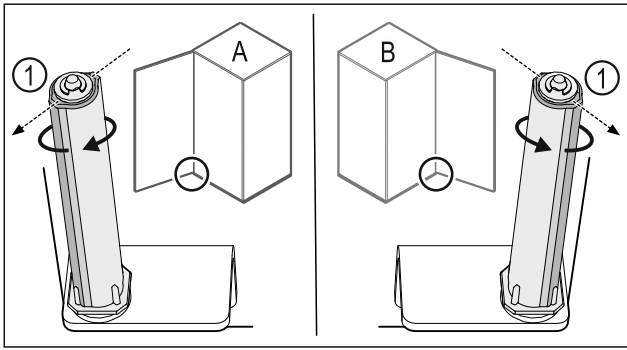

Fig. 45 Balos nyitási irány (A) / jobbos nyitási irány (B)
- ▶ Forgassa el a zárórendszert az ellenállással szemben, amíg a zárórendszer Fig. 45 (1) támasztója kifelé nem mutat.